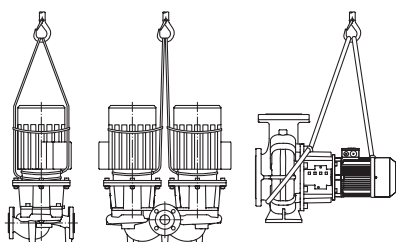

Рис. 7. Транспортировка насосного агрегата
- Проушины для транспортировки на электродвигателе служат только для задания направления при захвате груза (Рис. 7).
- Проушины для транспортировки на электродвигателе служат только для транспортировки электродвигателя, транспортировка всего насосного агрегата с их помощью недопустима (Рис. 7а).
Рис. 7а. Транспортировка электродвигателя